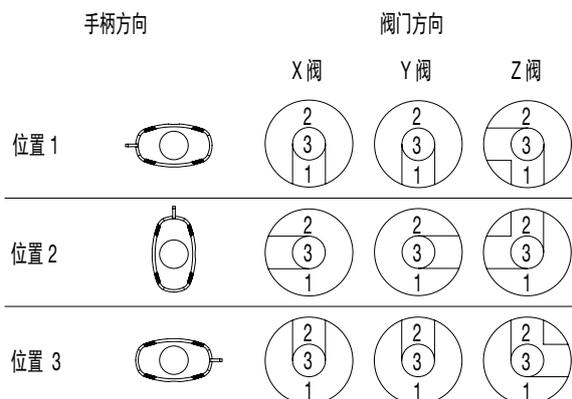

图 8 — 3 阀 GSM 装配示意图
2. 将手柄转到位置 2。（请参阅图 8 — 3 阀 GSM 装配示意图。）注意齿轮方向，因为其需要按照相同方向重新装配。
2. 将手柄转到位置 1。(请参阅图 8—3 阀 GSM 装配示意图。) 注意齿轮和手柄方向, 因为其需要按照相同方向重新装配。
2. 将手柄转到位置 1。(请参阅图 8—3 阀 GSM 装配示意图。) 注意齿轮方向, 因为其需要按照相同方向重新装配。